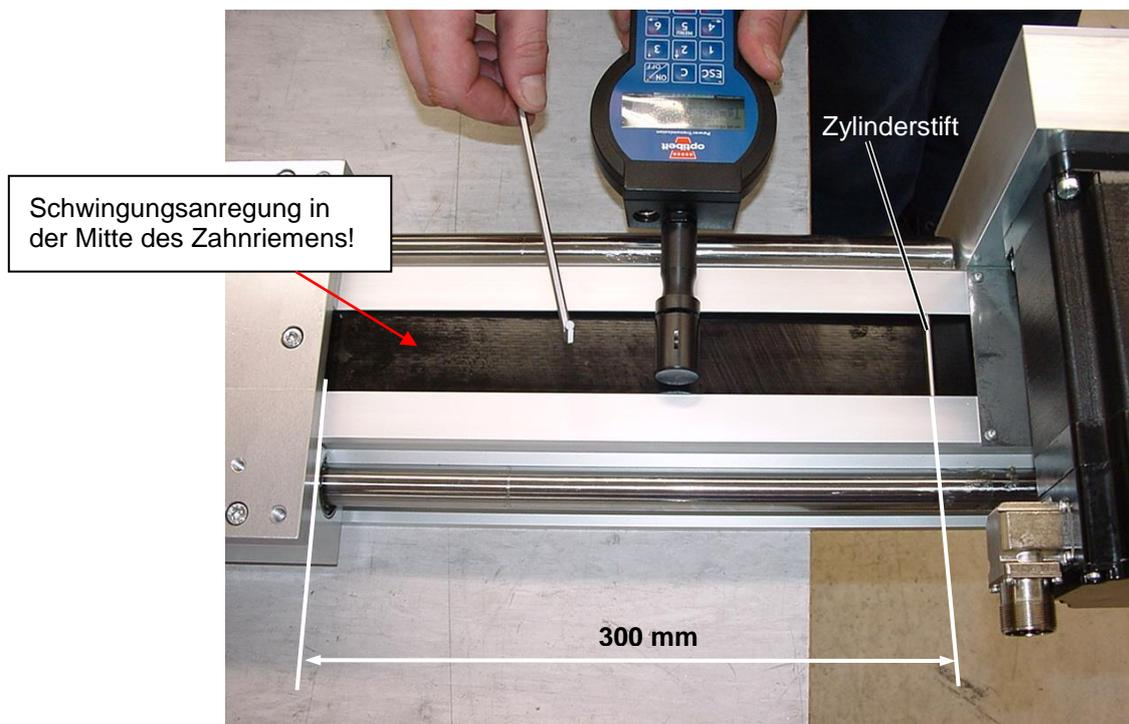

Abbildung 8: Messung am Modul 142 durchführen
- (1) Montieren Sie den neuen Riemen.
- (2) Bewegen Sie den Schlitten von Hand mindestens zehnmal hin und her (drücken Sie dabei den Riemen von Hand mehrmals nach unten).
- (3) Führen Sie die Messungen mit eingelegtem Zylinderstift durch (siehe *Abbildung 8*).